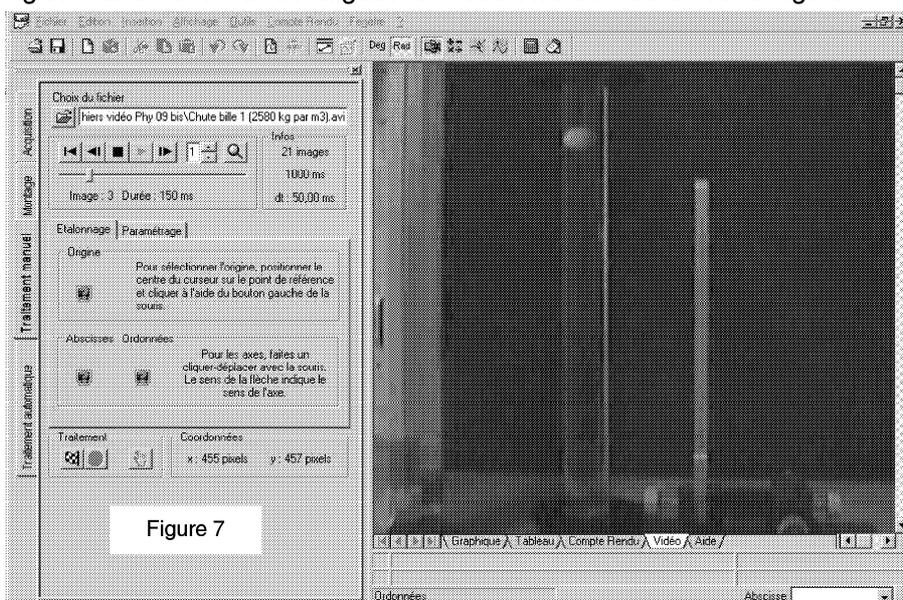

Figure 7
- Choisir l'onglet **Traitement manuel** à gauche. Vous êtes sur l'écran de la Figure 7.